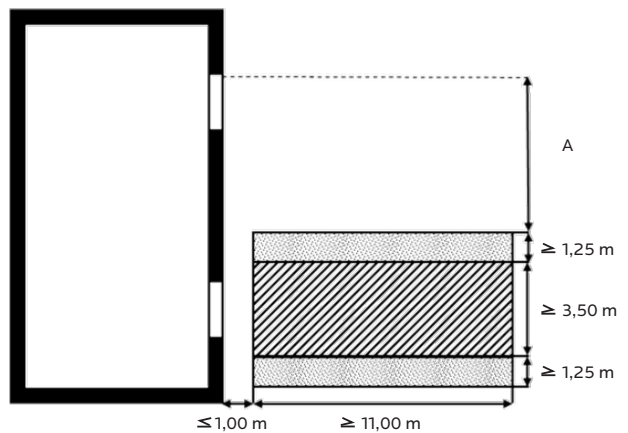

Abbildung 9: Aufstellflächen für Hubrettungsfahrzeuge rechtwinklig zu Außenwänden
Aufstellflächen, die rechtwinklig zur Außenwand errichtet werden, dürfen keinen größeren Abstand als 1,00 m zur Außenwand haben. Zusätzlich zur Mindestbreite von 3,50 m muss ein mindestens 1,25 m breiter hindernisfreier Geländestreifen beidseitig vorhanden sein. Es wäre wünschenswert, dass eine Gesamtbreite von 6,00 m als Aufstellfläche ausgeführt wird, um die volle Leistungsfähigkeit und Flexibilität der Drehleiter zu gewährleisten. Dieser muss mindestens 11 m lang sein. Der Abstand (A) zwischen der Außenseite der Aufstellfläche und der entferntesten seitlichen Begrenzung der zum Anleitern bestimmten Stelle darf höchstens folgende Werte (siehe Tabelle 2) betragen (siehe auch Abbildung 9):